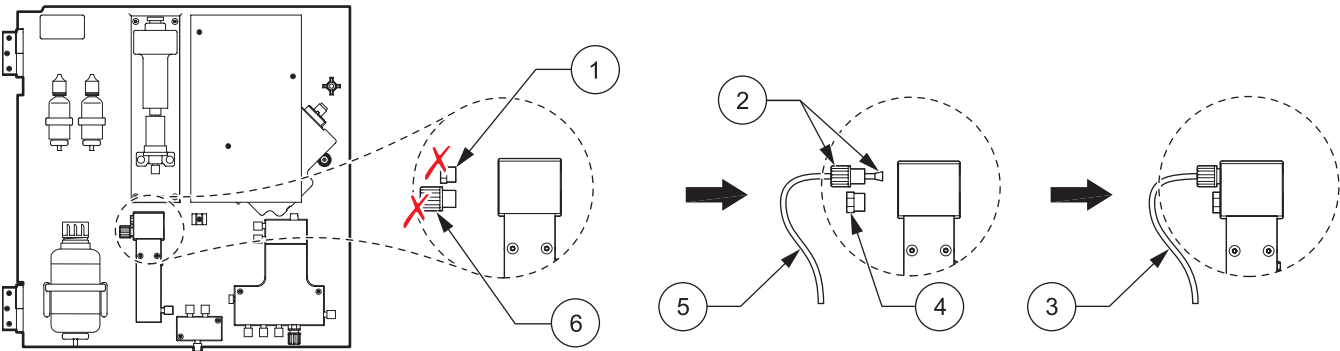

图 21 2 参数选项配置
请参考图 21 并按照说明连接 2 参数配置。
- 1. 从溢流容器的顶孔上拆下小的绝缘塞（项目 1，图 21）。从溢流容器的底孔上拆下大的连接装置（项目 6）。丢弃塞子和连接装置。